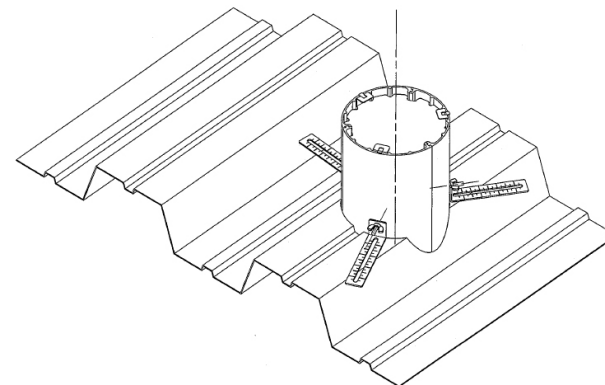

Fig. 8
2. Monter l'ensemble dans l'ouverture ainsi ménagée, consulter la Fig. 8. S'assurer que l'ensemble est de niveau avec le plancher. Fixer au plancher avec des vis à tôle (non fournies).
- Instalar el conjunto en el agujero según la Fig.8. Comprobar que el conjunto esté instalado de manera vertical. Fijar a la base con tornillos para chapa de metal (no provistos).